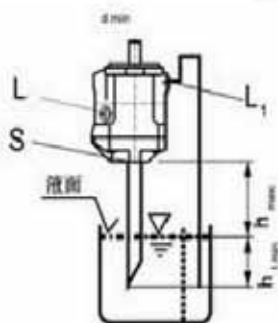

图2
b) 如果油箱的最低液面低于泵的安装法兰面则“L₁”以及可能“S”口的接管见图2。
油箱上的安装见图2。